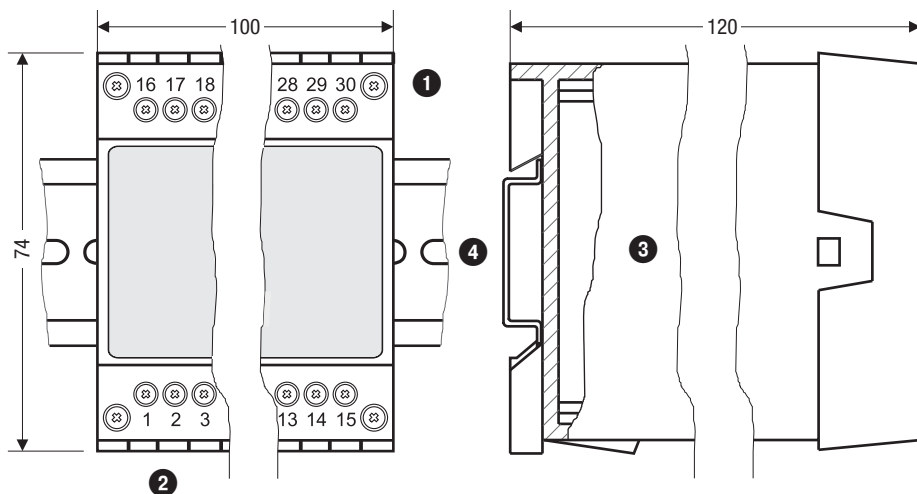

Fig. 1
Der Niveaugregler NRR 2-52, NRR 2-53 wird im Schaltschrank auf einer Tragschiene Typ TH 35, EN 60715 aufgerastet. **Fig. 1** ④